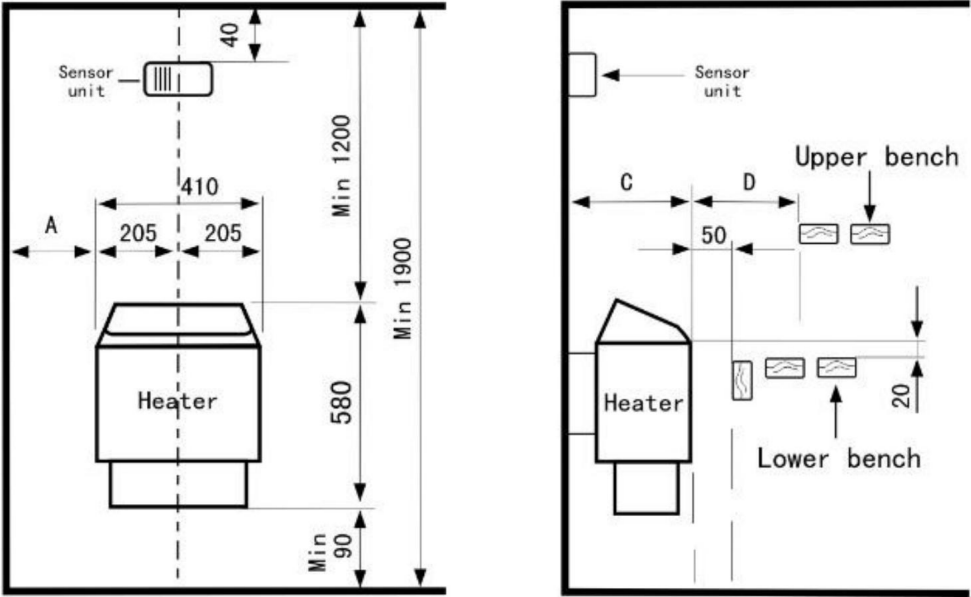

Fig3
Le capteur de température et le poêle de sauna doivent être installés strictement selon aux schémas suivants. (Voir Fig3 et Fig4)
2. Fixez le circuit imprimé au mur avec un boulon directement sur le poêle du sauna. Vérifiez le schéma pour distance minimale (voir fig3).
Le panneau de commande est résistant aux éclaboussures et peut être installé dans un endroit sec à proximité du sauna. Le capteur de température doit être installé sur le mur à l'intérieur du sauna. Veuillez respecter la distance de sécurité minimale du poêle de sauna lors de l'installation (voir fig. 3), qui est incluse dans le schéma d'installation. Le non-respect de ces consignes peut provoquer une brûlure du mur en b